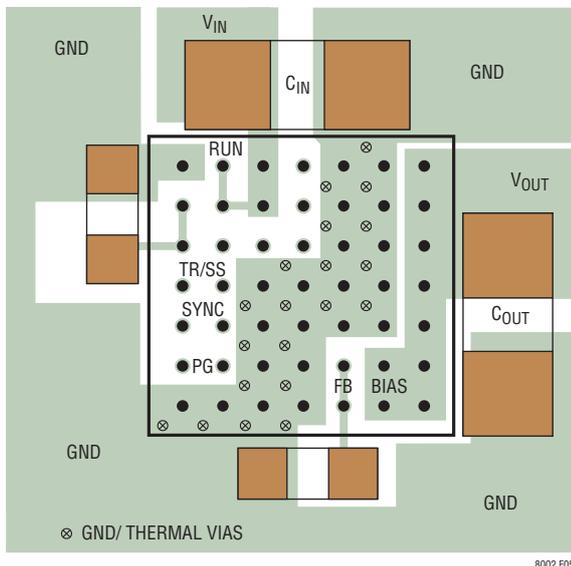

図5. 外付け部品、GNDプレーン、およびサーマル・ビアの推奨レイアウト図
PCBレイアウトに関連する問題の多くは、LTM8002の高いレベルの統合によって軽減または解消されました。LTM8002はスイッチング電源であるとは言え、EMIが最小になり、確実に正常動作するように配慮する必要があります。LTM8002は高いレベルで統合されていますが、レイアウトが不適切な場合、所定の動作が得られないことがあります。推奨レイアウトについては、図5. 外付け部品、GNDプレーン、およびサーマル・ビアの推奨レイアウト図を参照してください。接地と放熱が必ず許容範囲になるようにします。
6. ビアを使って、GND銅箔領域を基板の内部グラウンド・プレーンに接続します。これらのGNDビアを多く配置することで、プリント回路基板の内層への良好なグラウンド接続と熱経路の両方を確保します。サーマル・ビアの位置と密度に注意を払います(図5. 外付け部品、GNDプレーン、およびサーマル・ビアの推奨レイアウト図参照)。LTM8002は、図示の位置で内部GNDプレーンに接続したビアによって効果的に放熱されます(これらのビアは内部の電力処理部品の近くにあるためです)。サーマル・ビアの最適な数は、プリント回路基板の設計で決まります。例えば、非常に小さなビア・ホールを使う基板の場合、大きなビア・ホールを使う基板より多くのサーマル・ビアを使用する必要があります。